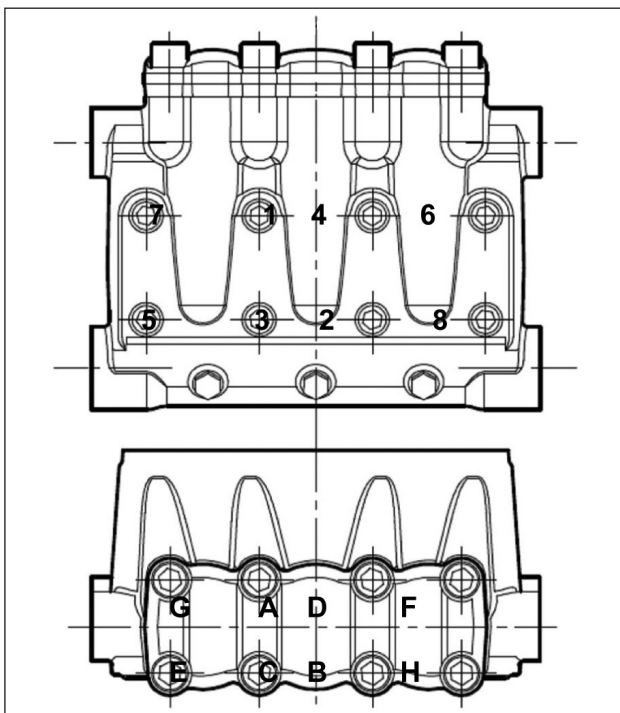

Abb. 34
** Die Befestigungsschrauben des Kopfs, Pos. 47 der Explosionszeichnung, müssen mit einem Drehmomentschlüssel in der Reihenfolge gemäß Schema in Abb. 34 festgezogen werden.
*** Die Befestigungsschrauben des Ventildeckels, Pos. 45 der Explosionszeichnung, müssen mit einem Drehmomentschlüssel in der Reihenfolge gemäß Schema in Abb. 34 festgezogen werden.